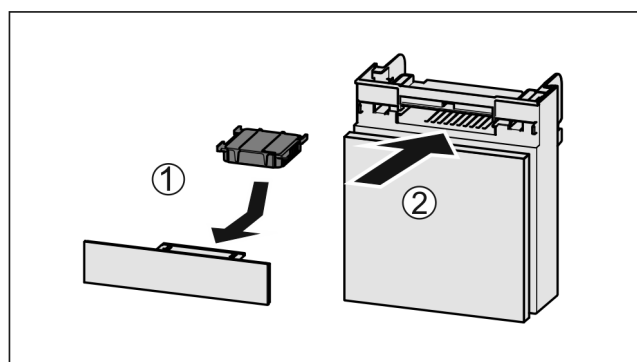

Fig. 201
- Actiefkoolfilter overeenkomstig afbeelding aanbrengen Fig. 201 (1).
- Lade erin schuiven Fig. 201 (2).